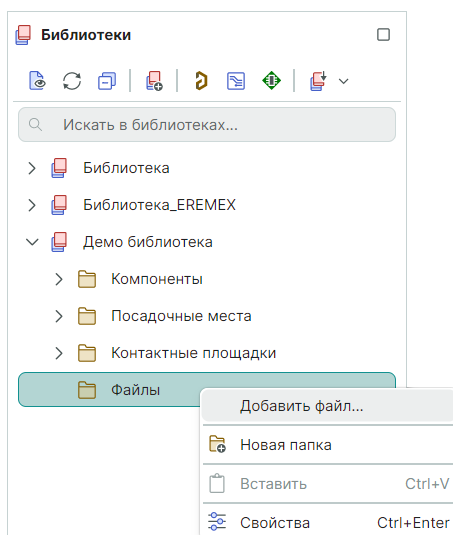

Рис. 325 Добавление файла в библиотеку
2. Из контекстного меню выберите «Добавить файл», см. Рис. 325.